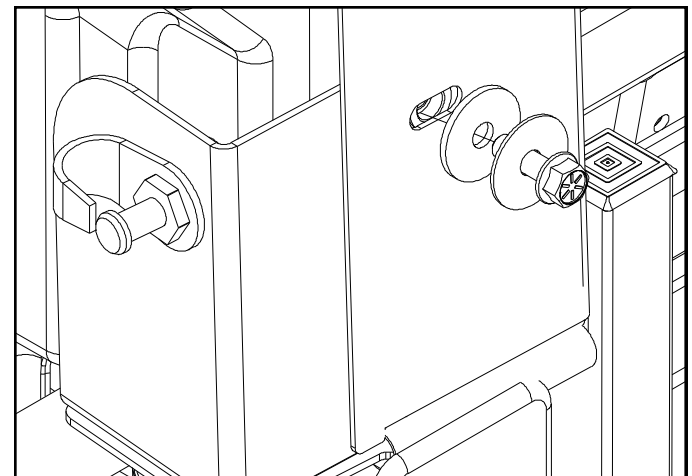

Fig. 8
8. Installez (1) la vis 5/16-18, la rondelle d'aile et la rondelle en caoutchouc à travers la fente en bas à gauche du panneau arrière et dans l'insert fileté dans le support de la gâche de porte (voir fig. 8).